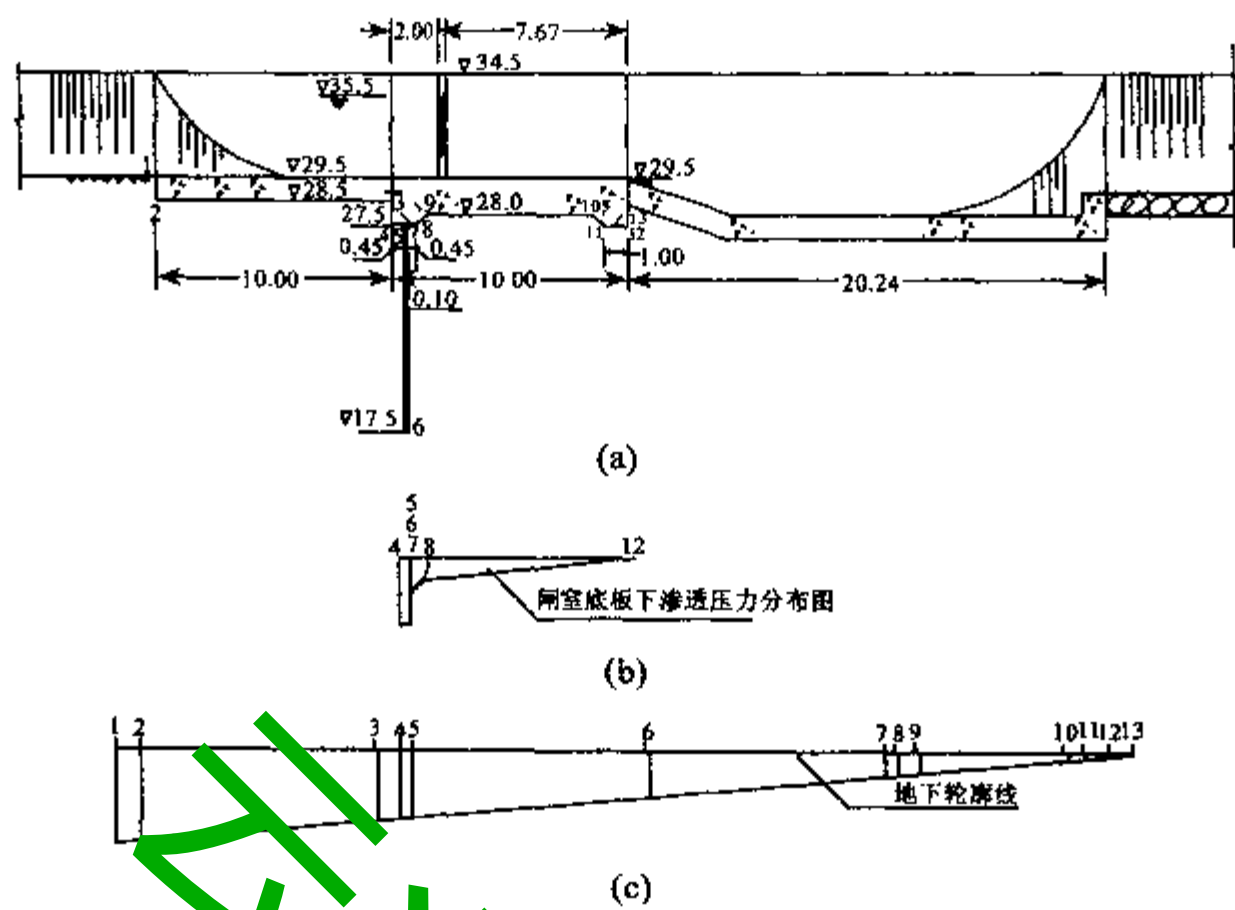

图 5-11 直线比例法计算简图
(1) 在 AutoCAD 环境下绘制闸室纵断面图, 将闸基地下轮廓线上的角点标注出来, 图 5-11(a) 中地下轮廓线上的角点为: 1-2-3-4-5-6-7-8-9-10-11-12-13。
(2) 将闸基下地下轮廓线展开成一条直线(图 5-11(c))。改变点的式样, 选择点的绘制命令, 在地下轮廓线展开直线上标注出闸基下各角点位置。
(3) 按直线比例法, 绘制闸基地上轮廓线上渗透压力分布图, 并用线段表示作用于闸基下角点的渗透水头大小。
(4) 绘制闸室底板的水平投影长度, 在图 5-11(c) 中选择垂直作用于闸室底板下各角点的渗透水头的线段, 复制后标注到闸室底板的水平投影长度的相应位置上, 用直线相连, 即为闸基下的渗透压力分布图(图 5-11(b))。
(5) 求出闸室底板下的渗透水头分布图的面积, 乘以水的容重, 即为垂直作用于闸室底板下的渗透压力的值。
如图 5-11 所示。